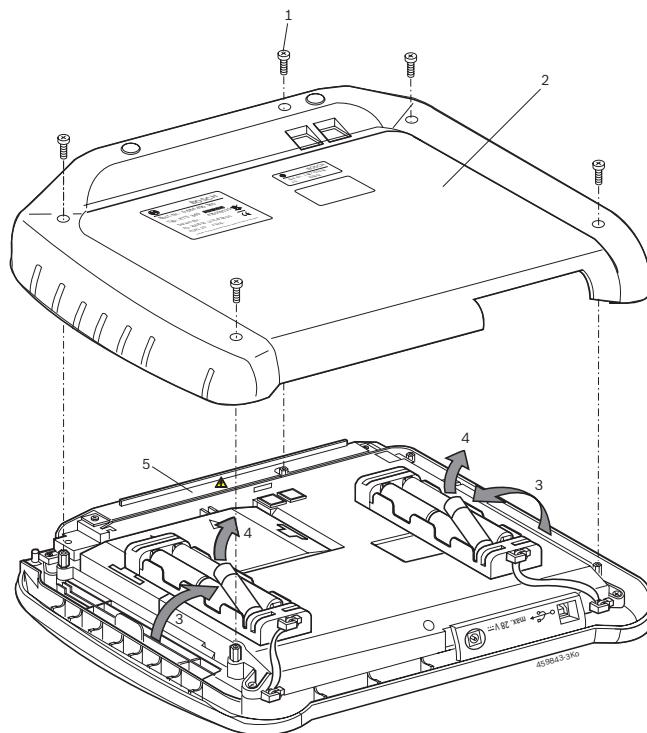

Fig. 4: Sustitución del acumulador
Cuando el KTS 340 está abierto y se ha retirado la cubierta (fig. 4, pos. 5) para la iluminación de fondo de la pantalla LCD, pueden producirse tensiones que pueden ser mortales.
2. Aflojar los tornillos (5x; fig. 4; pos. 1) en el lado posterior del equipo y retirar la cubierta del equipo (fig. 4; pos. 2).
3. Quitar los compartimientos de los acumuladores a la izquierda y a la derecha y depositarlos sobre la carcasa de metal (fig. 4; pos. 3).
4. Retirar los acumuladores usados (fig. 4, pos. 4).